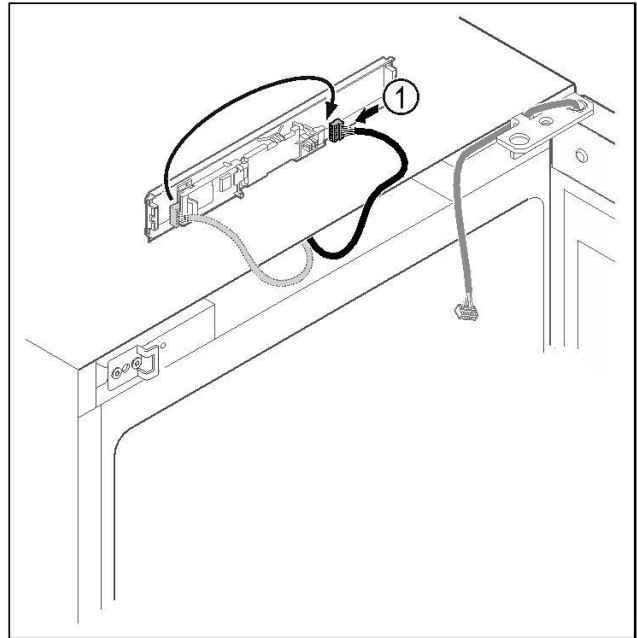

Fig. 15
- || Stekker Fig. 15 (1) op printplaat verwisselen.